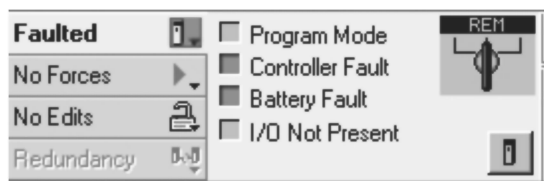

图 12-8 控制器面板
14. 单击“确定” (OK), 关闭“任务属性” (Task Properties) 窗口。
19. 通过查看控制器面板可注意到,控制器已发生故障,如图 12-8 所示。